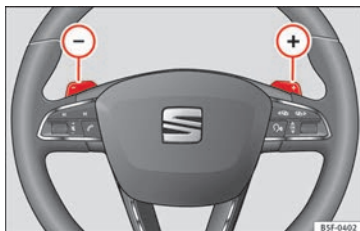

Fig. 180 Volante: leve per il cambio automatico.
- Premere la leva a bilanciere del cambio  per inserire una marcia superiore » **fig. 180.**